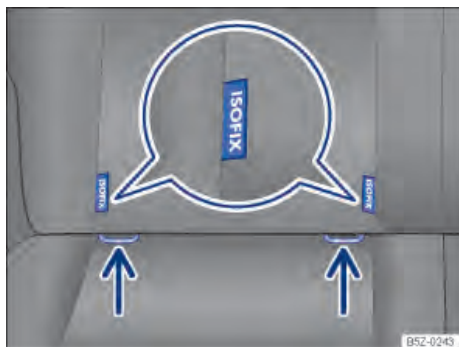

Fig. 34 No banco do veículo: identificação dos pontos de ancoragem inferiores para cadeiras de criança.
Os 2 olhais de retenção para cada cadeira de criança dotado do sistema ISOFIX podem ser acionados entre o encosto e assento do banco traseiro → Fig. 34.
- Afastar lateralmente o cinto de segurança e encaixar a cadeira de criança nos olhais de retenção → Fig. 34 indicados pelas setas. A cadeira de criança deve engatar de forma segura e audível (click).
- Colocar a cadeira de criança sobre a superfície do banco, afastar lateralmente o cinto de segurança e prender os ganchos dos cintos de fixação nos olhais de retenção → Fig. 34, caso os cintos de fixação sejam fornecidos junto com a cadeira de criança.